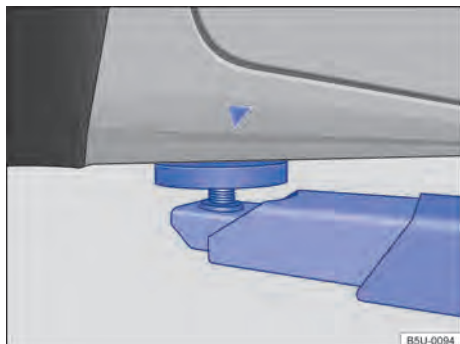
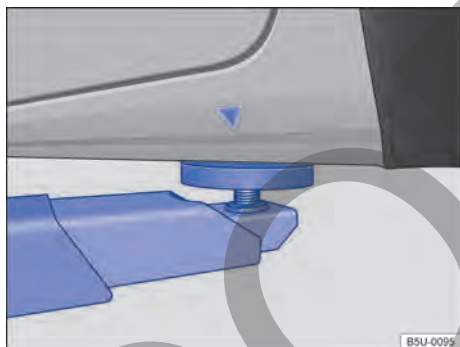

Fig. 186 Puntos de apoyo delanteros para la suspensión con plataforma elevadora o con gato.
Fig. 187 Puntos de apoyo traseros para la suspensión con plataforma elevadora o con gato.
El vehículo debe ser suspendido solamente por los puntos indicados en las figuras → fig. 186 y → fig. 187. Si el vehículo no está suspendido por los puntos indicados, pueden ocurrir daños en el vehículo → ⓘ y lesiones graves → ⚠.
- Suspender el vehículo solamente por los puntos indicados en las figuras → fig. 186 y → fig. 187. Si el vehículo no es suspendido por los puntos indicados, puede caer de la plataforma elevadora cuando, por ejemplo, se desmonta el motor o la suspensión.